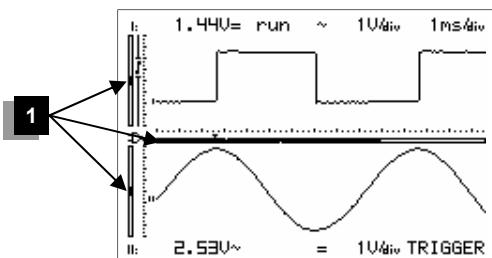

Fig 39
First press the 'Move' key before pressing the arrow keys in order to move the signal in the direction of the arrows. Prolonged pressing will make the X or Y-position change faster. A black bar (1) indicates the relative position of the signal in the window, see fig. 39 to 41.
Druk eerst op de „move“-toets vóór men de pijl-toetsen indrukt voor het verschuiven van het signaal in de richting van de pijlen. Langdurig indrukken zal de X of Y-positie sneller verschuiven. Een zwarte schuifbalk (1) duidt de relatieve positie van het signaal op het scherm, zie fig. 39 tot 41
Enfoncez d'abord la touche "move" avant d'utiliser les curseurs fléchés pour déplacer le signal dans la direction voulue. Maintenez la touche enfoncée pour déplacer rapidement la position Y. Une barre noire (1) indique la position relative du signal dans l'exemple de fenêtre. (Fig.39 à 41)
Drücken Sie zuerst die „move“ Taste, bevor Sie die Pfeiltasten drücken. Das Signal wird in Richtung der gedrückten Taste verschoben. Langes Drücken sorgt für ein schnelleres Verschieben der Y-Position. Ein schwarzer Rollbalken (1) zeigt die relative Position des Signals im schirm (Abb. 39 bis 41).